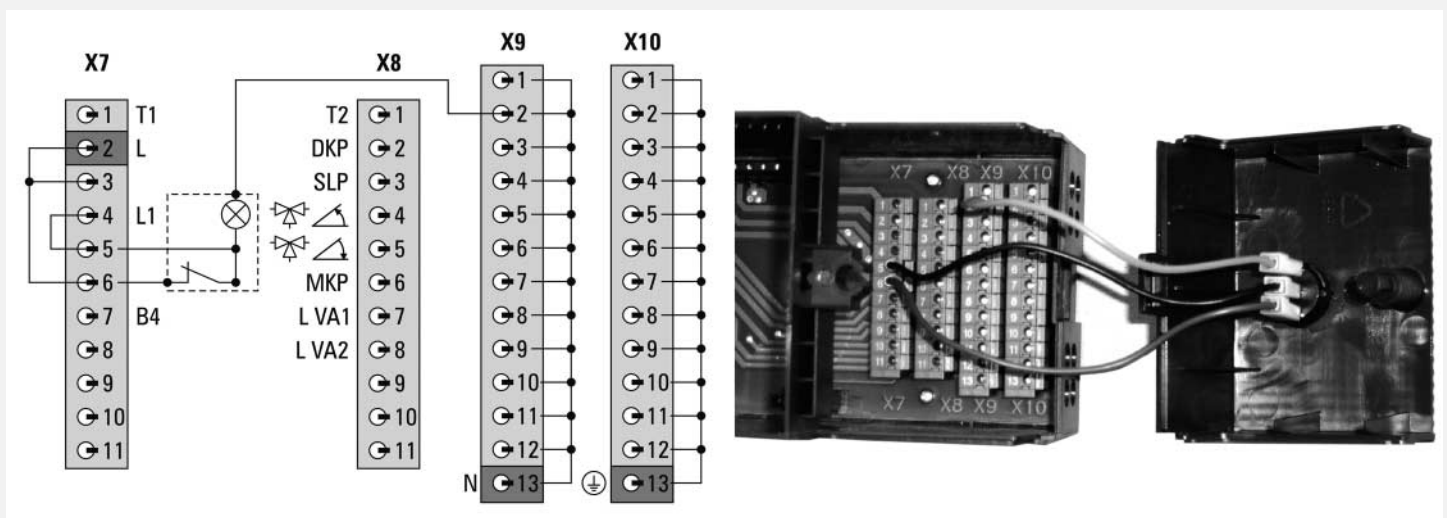

Bild 7.9: Anschlussklemmkasten Rechts – netzseitige Anschlüsse
e) Elektrische Verdrahtung gemäß Anlagenausführung und Klemmenbelegungsplan (siehe Bild 7.9 und 7.10) durchführen.